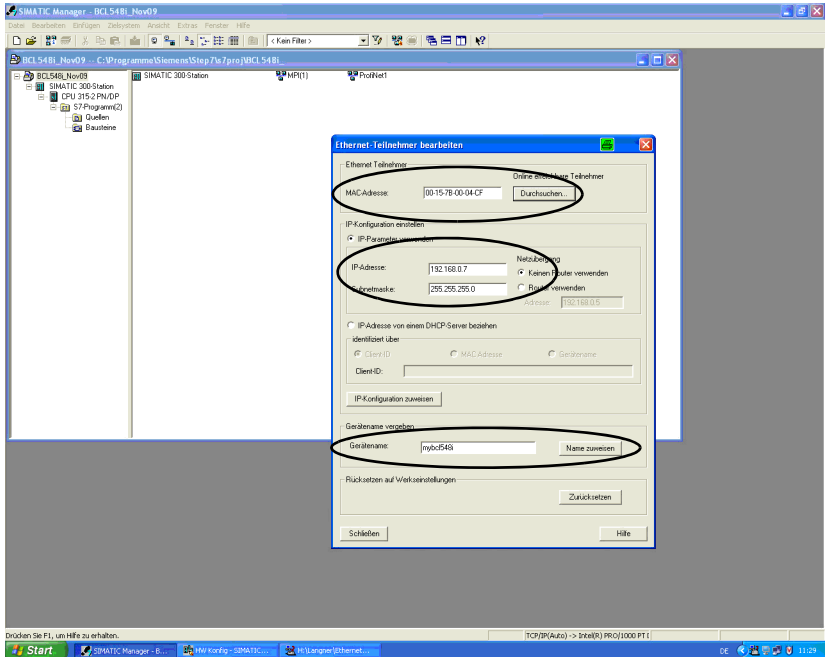

Bild 10.3: MAC Adresse - IP Adresse -individueller Gerätenamen
- Zuweisen der Gerätenamen an die projektierten IO-Devices (Bild 10.3...)